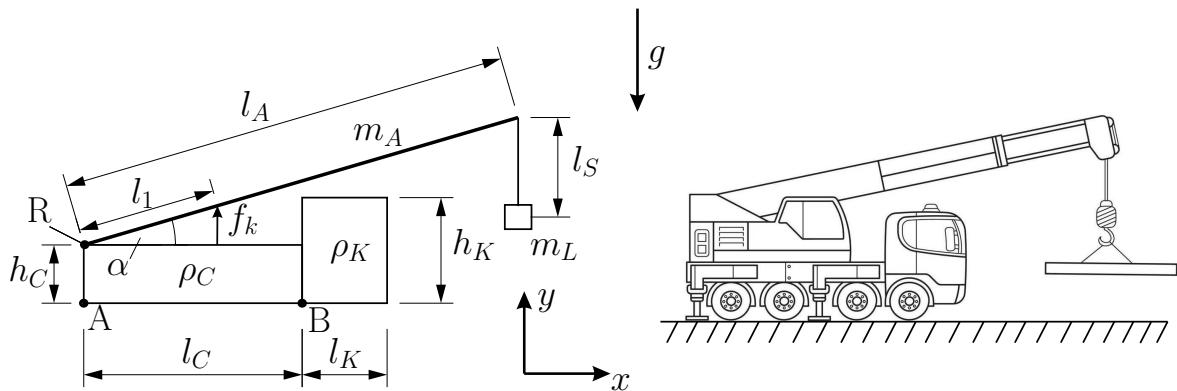

Abbildung 1: Schematische Darstellung des Ladekrans.
1. Betrachten Sie den Ladekran in Abbildung 1. Der LKW wird durch zwei Quader mit den Dichten ρ_C , ρ_K , den in der Abbildung gegebenen Abmessungen und einer Tiefe t_1 modelliert. Der Ausleger wird durch einen dünnen Balken der Länge l_A , mit homogener Dichte und Masse m_A modelliert. Der gesamte Ladekran ist durch Stützen an den Punkten A und B gelagert. Die Last wird durch eine Masse m_L modelliert, die an einem masselosen Seil der Länge l_S unter dem Ende des Auslegers befestigt ist. Der Winkel α wird durch einen Kolben eingestellt der im Abstand l_1 vom Drehpunkt R entfernt die Kraft f_k in positive y -Richtung auf den Ausleger auswirkt. Die Gravitation wirkt in negative y -Richtung.